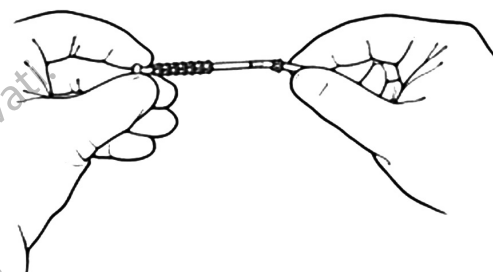

Figura 4-31. Deslizar a pinça de aperto
2. Faça deslizar o anel da pinça de aperto para a tubagem, certificando-se que os dentes do anel da pinça de aperto ficam voltados para a extremidade da tubagem. (Figura 4-31)